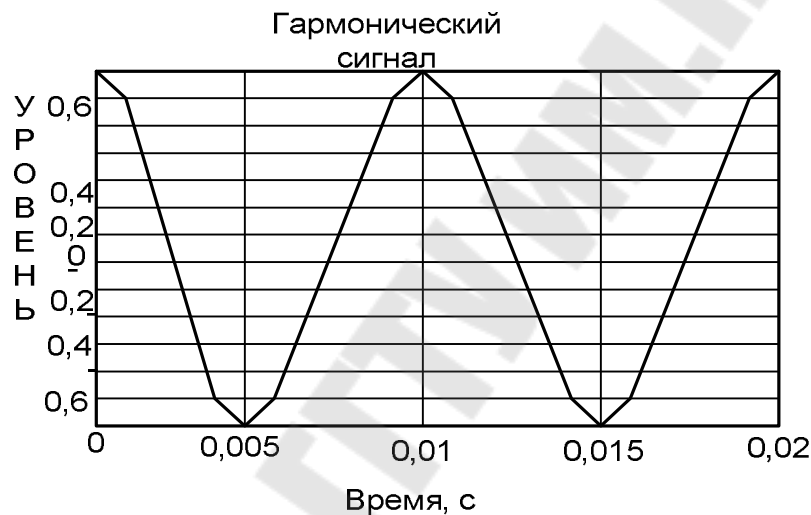

Рис. 2.2
Полученный график отображается в специальном окне с надписью Figure #1 (если это первый строящийся график). График удобно сохранять путем экспорта в экономном формате \*.jpg (рис. 2.2).
**Примечание:** при использовании символов кириллицы в тексте команд (комментарии, заголовки и т.п.) следует учитывать особенности «отношения» каждой конкретной версии Matlab к кириллице. Так, в Matlab версии 6.1 нельзя употреблять строчную букву «я» - вместо нее следует писать прописную букву «Я». Именно по этой причине в тексте на рис. 2.2 вместо «Время» получилось «ВремЯ». Впрочем, эту надпись можно отредактировать (кнопка со стрелкой Edit Plot в графическом окне) перед тем, как сохранять рисунок на диске.